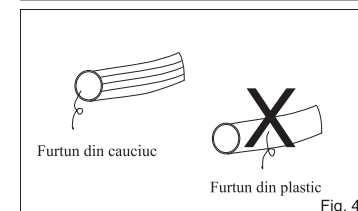

Fig. 4
- Folosiți numai furtun din cauciuc. Folosirea unui furtun din plastic poate fi periculoasă (fig.4)